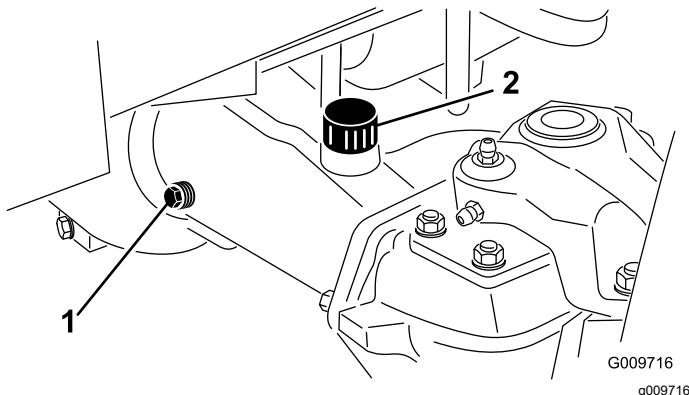

Bild 134
4. Entfernen Sie die beiden Prüfschrauben und die Einfüllschraube am Achsgehäuse, um das Ablassen des Öls zu erleichtern (Bild 134).